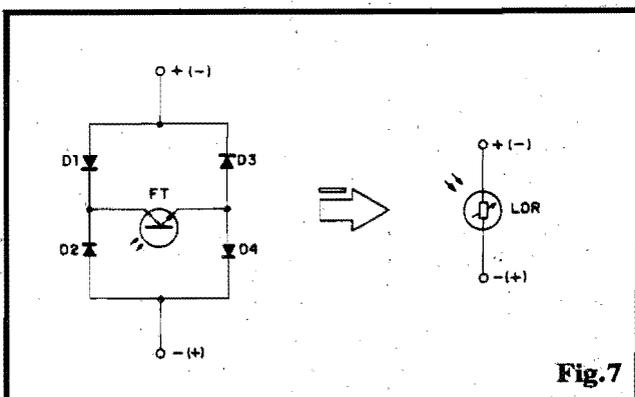

Fig. 7
- FIG. 7 - "FAZENDO" UM LDR COM UM FOTO-TRANSÍSTOR - Se o circuito ou aplicação permitir que ignoremos as diferenças de gama, impedância e faixa espectral, é possível improvisar um LDR a partir de um foto-transistor, tornando este não polarizado pela sua simples inserção no "meio" de uma conhecida ponte
comportamento, sensibilidade e faixa de atuação do sistema... Explicando, agora, a razão de terem sido sugeridos os dois TIL78 (juntos com o par de diodos 1N4004...) e não - por exemplo - um simples LDR: de qualquer forma, para atuar sob CA, teríamos que utilizar um foto-sensor não polarizado, o que - a princípio - recomendaria, um LDR... Acontece que os LDRs, normalmente, não podem trabalhar sob Tensões tão elevadas em seus terminais, quanto o fazem os foto-transistores (e - no circuito em questão - essas Tensões são consideráveis...). Assim, o "truque" de "seriá" dos foto-transistores, um "pra lá" e um "pra cá", "paralelando-as" com dois diodos (estes, um "pra cá" e outro "pra lá", nada mais faz do que improvisar um eficiente foto-transistor capaz de trabalhar indiferentemente à polaridade momentânea da Tensão (condição óbvia de um circuito sob C.A.) e que - graças às suas características, - pode "suportar" Tensões relativamente elevadas, sem grandes problemas... Observando atentamente, o Leitor/Hobbysta notará que cada um dos TIL78 apenas atua em um dos semi-ciclos da C.A., sendo que no "outro" semi-ciclo, o acesso da Corrente ao dito foto-transistor fica automaticamente bloqueado pela presença do diodo "da vez", e assim alternadamente, exatamente como queremos...! Os Leitores mais atentos, logo terão percebido que o arranjo (dois foto-transistores/dois diodos) é uma outra forma de "fazer" uma espécie de "LDR", comparável com o "truque" já mostrado lá na fig. 7... Essa dualidade apenas comprova algo que sempre dizemos por aqui: em Eletrônica, há sempre mais de uma maneira de se obter determinado ou desejado comportamento ou funcionamento de circuitos e componentes! Ter a sensibilidade, o feeling para situar-se na melhor dessas maneiras é o que difere o projetista criativo daquele que só sabe se guiar pelos Manuais e Fórmulas que aprendeu na Escola...!